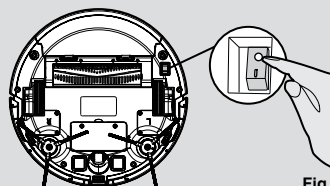

Fig. 9
Sätt på robotdammsugaren med on/off-knappen på undersidan (I). [Fig. 9] Sätt ned den framför laddningsstationen.
1. Tryck på ON/OFF-knappen på undersidan av roboten. [Fig. 9]